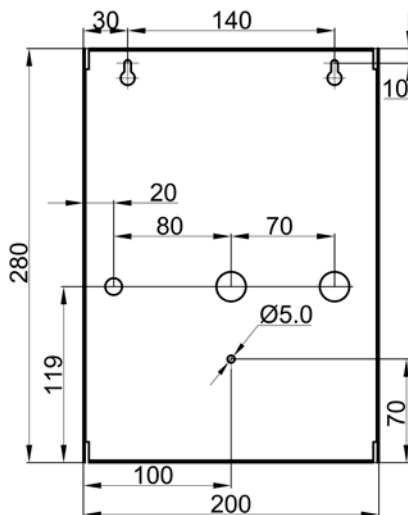

Рисунок 1. Габаритно-установочные размеры (вид спереди)
2.2.3 Закрепить РИП на стене в удобном месте. Габаритно-установочные размеры указаны на рис. 1.